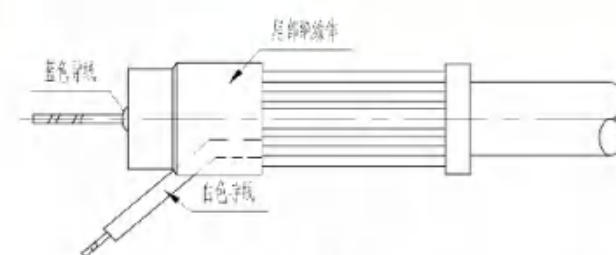

图 4.4-3
③ 如图 4.4-3 所示, 向外弯曲白色导线放入绝缘体开槽处, 蓝色导线穿过绝缘体, 绝缘体尾部必须抵住屏蔽层。